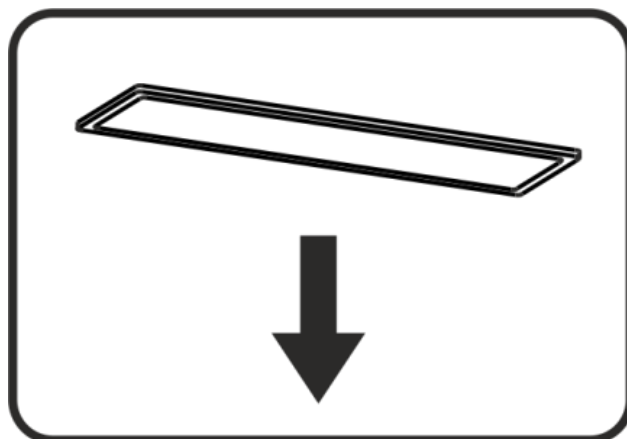

Рис. 7
8.8 На витяжці встановлено **LED** лампу підсвітки робочої зони плити. Перед початком заміни ламп освітлення необхідно відключити витяжку від електромережі, дати можливість охолонути лампі. Для заміни лампи необхідно зняти алюмінієві фільтри, відтиснути тримач патрона так, щоб лампа вийшла з корпусу витяжки. Замість неї необхідно встановити нову з тими ж характеристиками і встановити фільтри (рис.7).